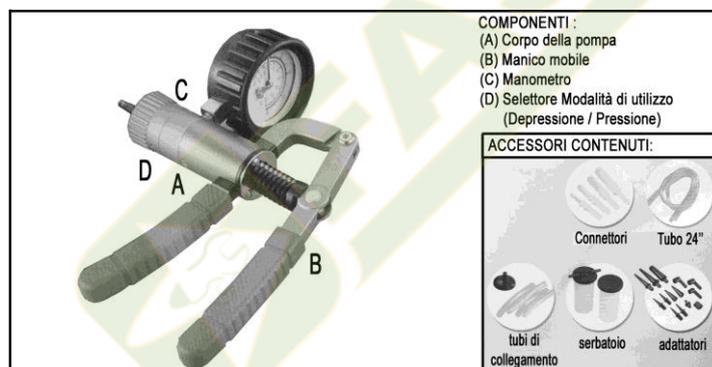

FIG. 1
4. POMPA DI DEPRESSIONE / PRESSIONE (FIG. 1)